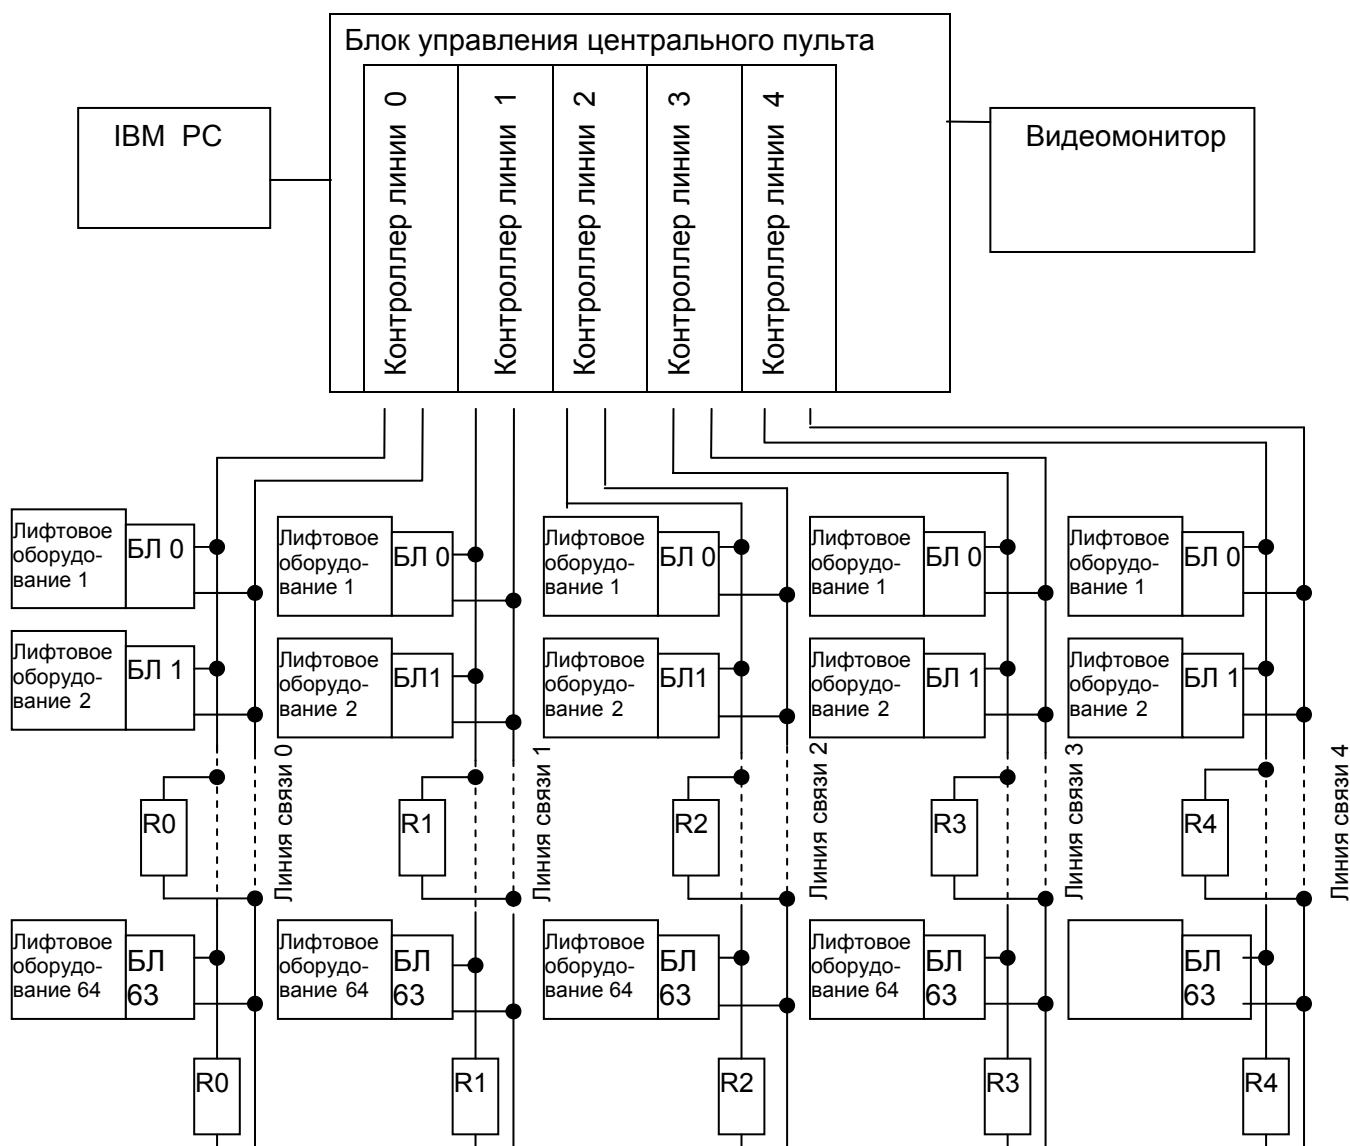

Рис. 1 Блок-схема подключения комплекса к лифтам.
1.4.1. Блок-схема комплекса КДК с лифтами показана на Рис.1. БЛ опрашивает состояние датчиков лифта, анализирует их работу в соответствии с изложенным выше алгоритмом, подготавливая к передаче слово состояния лифта. По запросу с ЦП БЛ передает ЦП подготовленное слово состояния лифта.